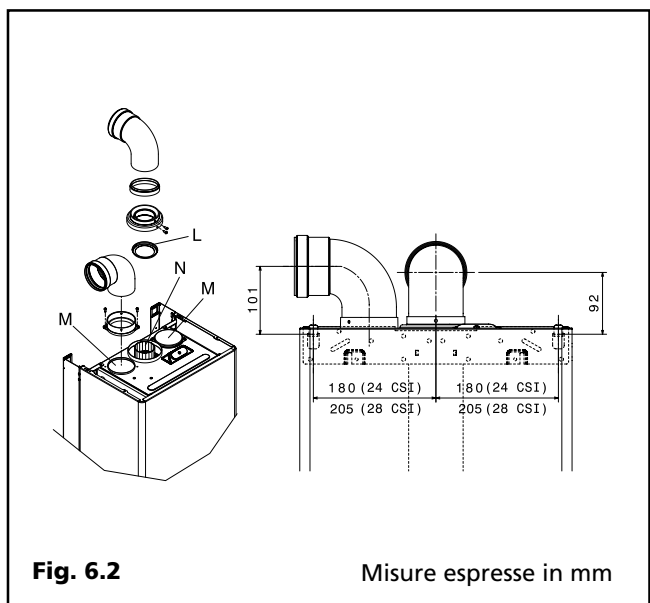

Fig. 6.2
Il condotto di scarico dei prodotti della combustione (N) è indicato in fig. 6.2.